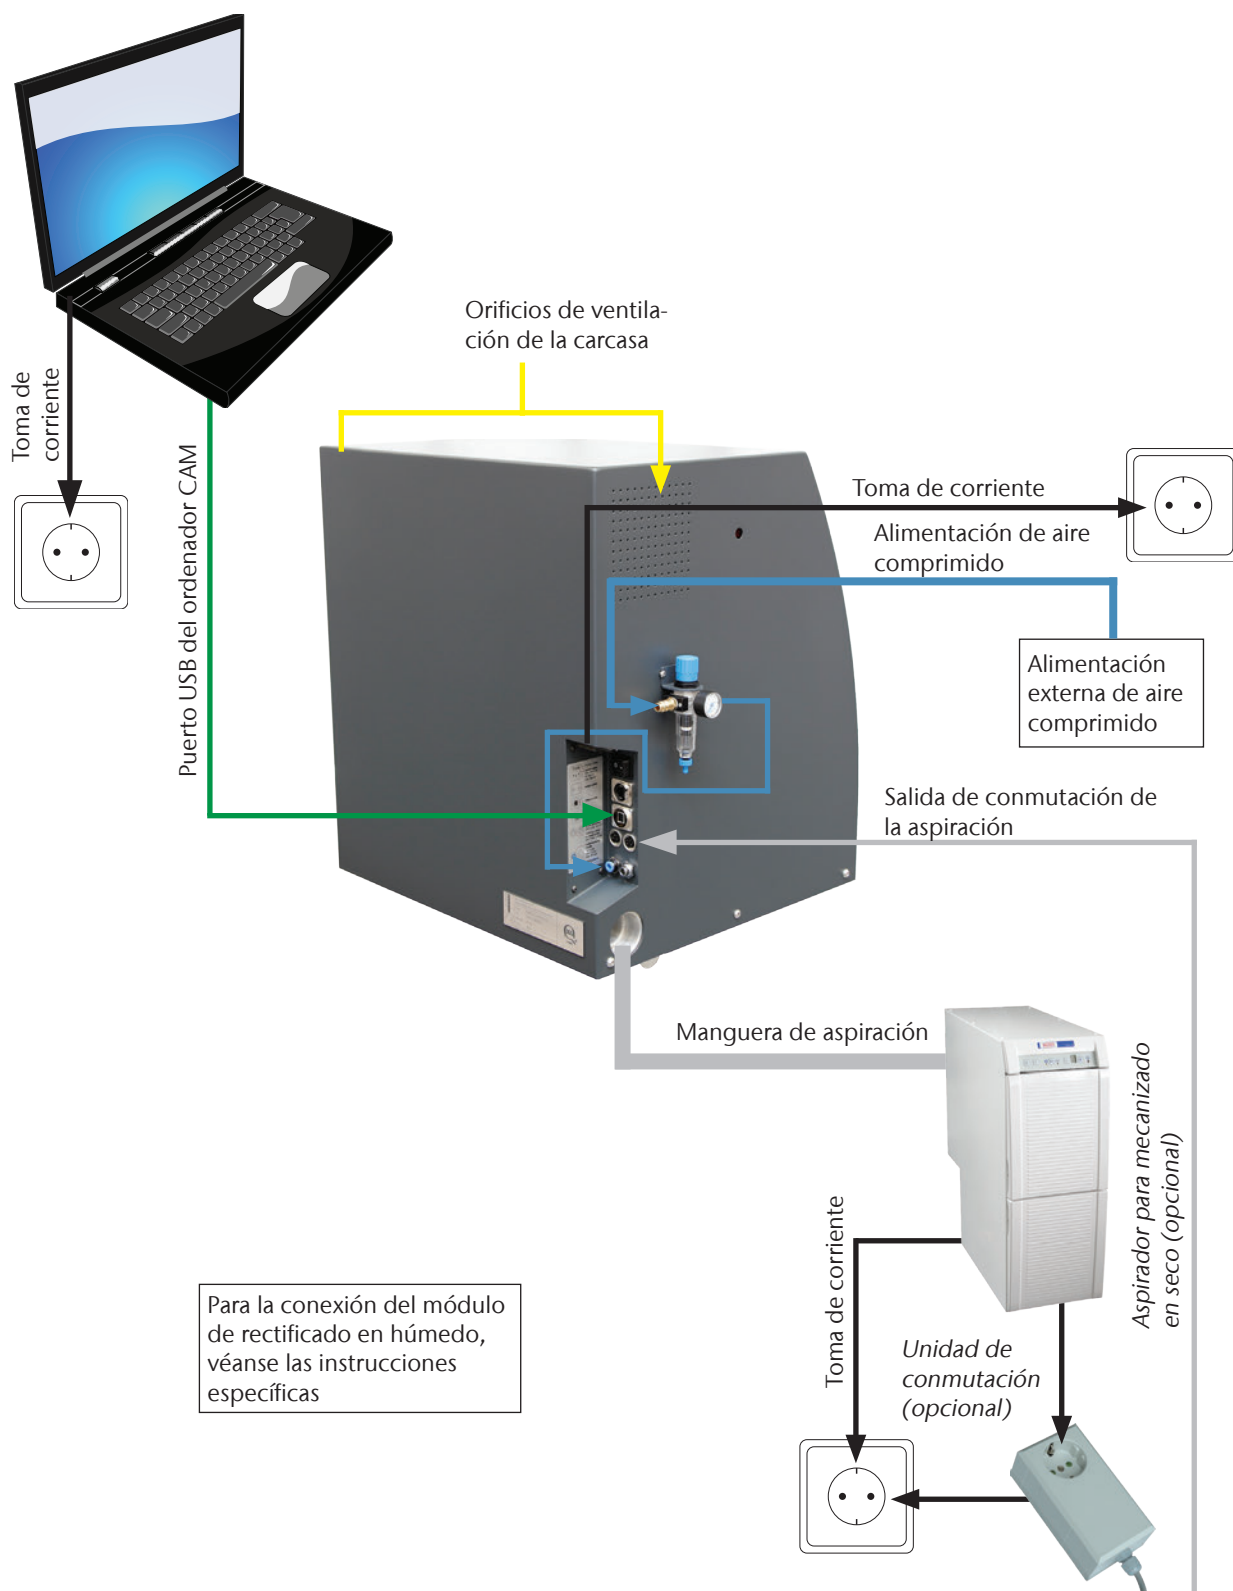

FIGURA 5: ESQUEMA DE LAS CONEXIONES DE LA MÁQUINA, MODELO S IMPRESSION
- M2.** Fije la unidad de mantenimiento en posición vertical utilizando los tornillos de cabeza cilíndrica suministrados (véase figura 5 en la página 24).